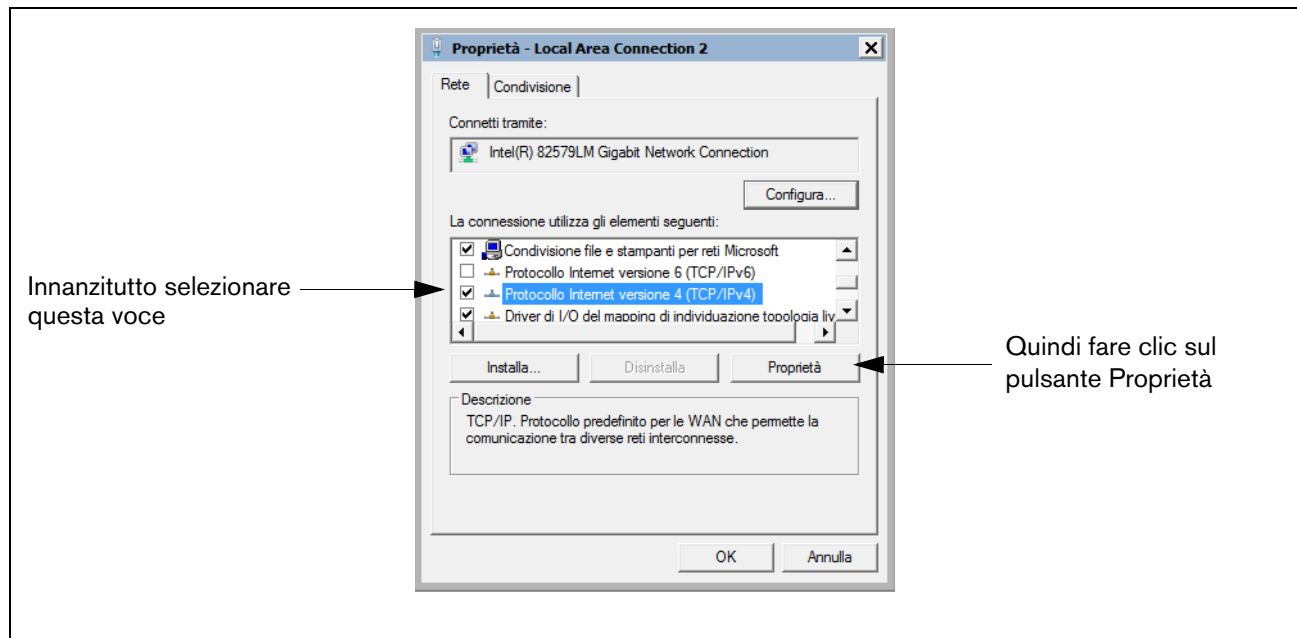

Figura A-2. Selezioni della finestra di dialogo Proprietà della connessione LAN "X"
4. Quando viene visualizzata la finestra di dialogo Proprietà della connessione LAN selezionata, effettuare la selezione mostrata nella Figura A-2.